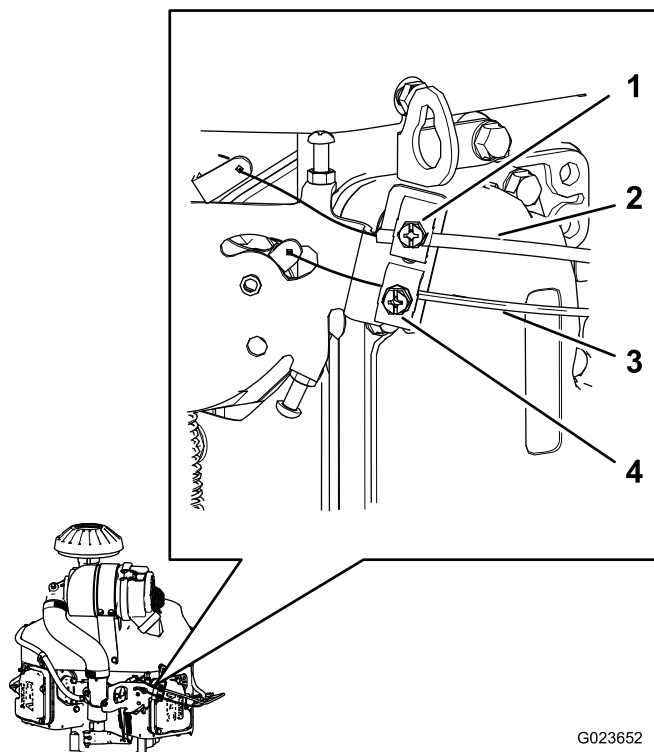

Figura 66
1. Allentate la vite del serrafilo che fissa la sede del cavo dell'acceleratore al motore (Figura 66).
3. Sollevate la sede del cavo dell'acceleratore (Figura 66) in modo da eliminare quasi completamente l'imbando del cavo dell'acceleratore, quindi serrate la vite del serrafilo.
1. Allentate la vite del serrafile che fissa la sede del cavo dello starter al motore (Figura 66).
4. Sollevate la sede del cavo dello starter (Figura 66) in modo da eliminare quasi completamente l'imbandito del cavo dell'acceleratore, quindi serrate la vite del serrafile.